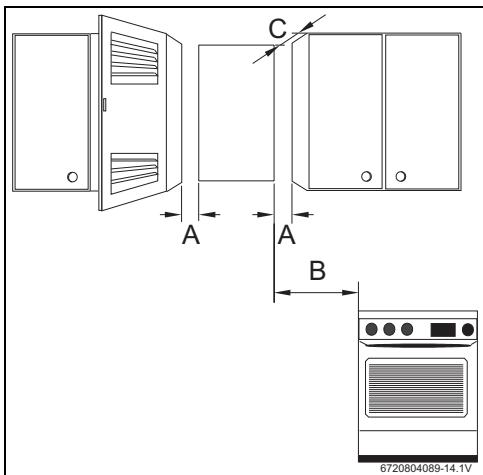

Fig. 19 Distances minimales
- ▶ Garantir les dégagements minimaux indiqués sur la fig. 19.
- ▶ Assurer l'accès libre pour les opérations de maintenance et respecter les distances minimales indiquées dans la figure 19.